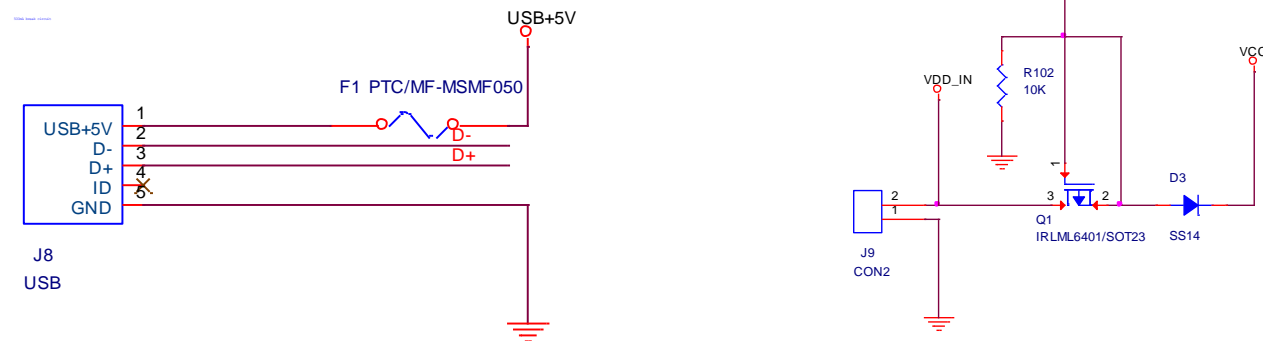

Figure 5. USB 전원 및 외부전원 스위칭 회로
- ❖ Figure 5처럼 2P 외부전원커넥터 및 USB 커넥터로부터 1개의 전원을 선택하여 회로의 전원으로 사용된다.